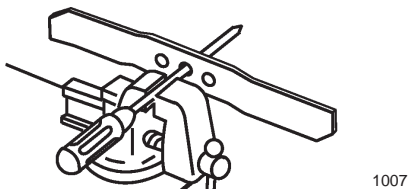

Figure 34
- Vérifiez l'équilibre de la lame en enfilant le trou central sur un clou ou la tige d'un tournevis serré horizontalement dans un étau (Fig. 34).